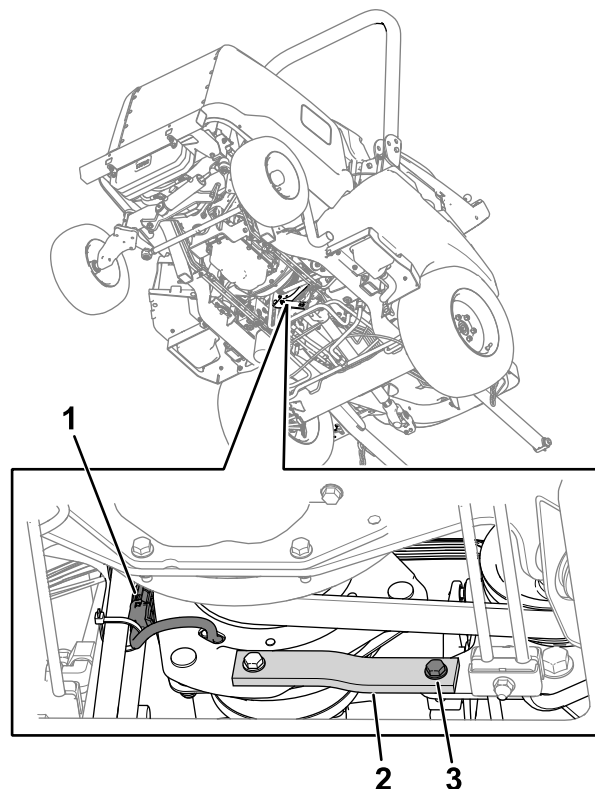

Figure 76
2. Débranchez le connecteur du faisceau de l'embrayage du faisceau de la machine (Figure 76).
3. Retirez le boulon, la rondelle et l'écrou de la sangle en caoutchouc (Figure 76) sur le cadre.